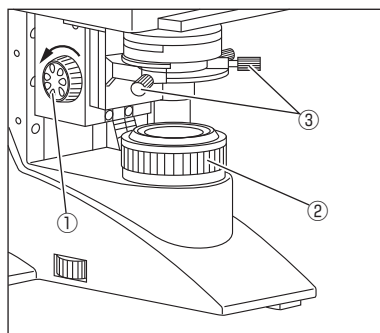
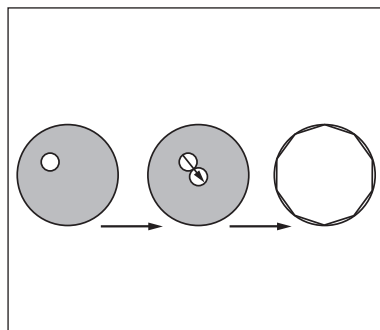

図17
図18
1. ①のコンデンサー上下ノブをまわして、最高位置に合わせます。(図17)
3. 視野絞りリング②をまわして、視野絞りを最小にします。接眼レンズから視野絞り像が見えます。
5. コンデンサー芯出しノブ③をまわして、視野絞り像が視野の中心になるように合わせます。(図18)